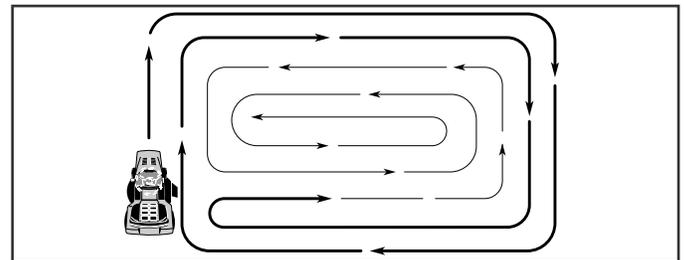

Fig. 12
- Ao cortar grandes áreas, comece virando à direita para que os recortes sejam descarregados longe de arbustos, cercas, calçadas etc. Depois de uma ou duas voltas, siga na direção oposta fazendo voltas a esquerda até que termine. (Veja fig. 12).